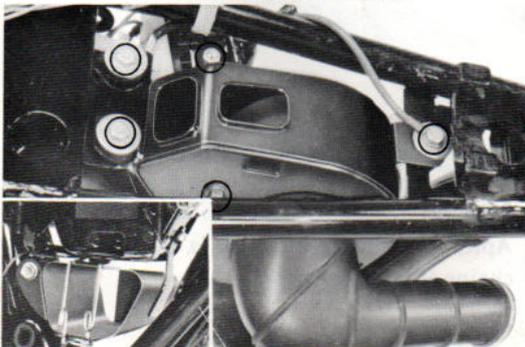

Fig. 144 Dépose du filtre à air et du logement à outils
- 5) D poser le filtre   air et le logement   outils. (Fig. 144)